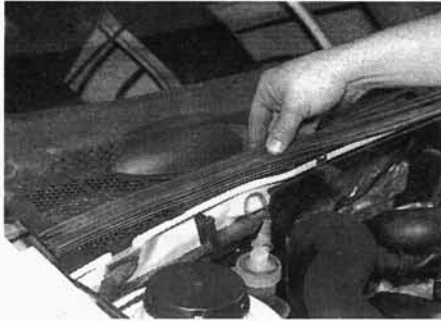

Рис. 14.3. Снимите резиновое уплотнение с перегородки моторного отделения
- 3 Снимите резиновое уплотнение с верхней части перегородки моторного отделения (см. рис. 14.3).